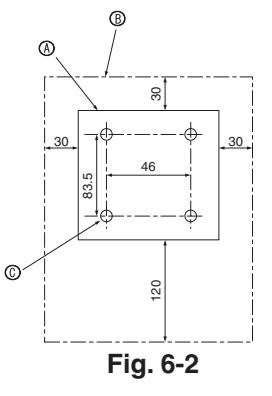

Fig. 6-2
(1) Välj installationsplats för fjärrkontrolen. (Fig. 6-2)
[Fig. 6-2]